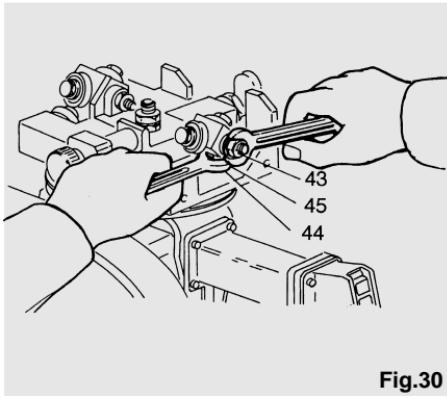

Fig.30
Das Spiel des Wagens in den Führungen wird bei der Erprobung beseitigt. Sollte sich auf Grund von Transportproblemen oder nach langem Gebrauch ein Spiel einstellen, muß wie folgt vorgegangen werden (siehe Abb. 30): Mutter (43) mit dem Schlüssel aus dem Bordwerkzeug lösen. Nach Lösen der Kontermutter (45) durch die Schraube (44) die entsprechende Einstellung vornehmen. Nach erfolgter Einstellung zunächst die Kontermutter (45) und dann die Mutter (43) wieder festziehen. Dieses muß gleichzeitig an beiden Seiten der Wagen-einheiten vorgenommen werden, da diese sich gegenseitig beeinflussen.